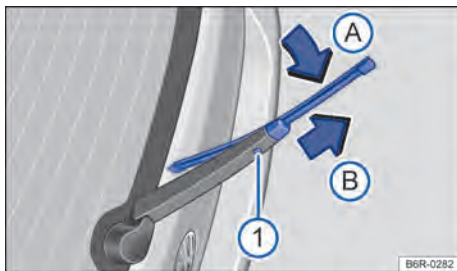

Fig. 100 Substituir a palheta do limpador do vidro traseiro.
- Manter pressionado a o botão de destravamento → Fig. 100 ①.
- Inclinar a palheta do limpador do vidro no sentido do braço do limpador do vidro → Fig. 100 (seta ①) e ao mesmo tempo retirar no sentido da seta ②. Para isto, poderá ser necessário um esforço maior.
- Introduzir a nova palheta do limpador do vidro traseiro **de mesmo tamanho e versão** no braço do limpador do vidro traseiro no sentido contrário da seta ②, até que ela se encaixe. Aqui a palheta deverá estar em posição dobrada (seta ①).